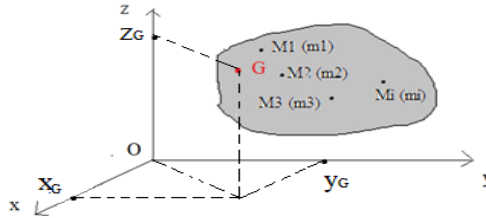

Figure III.7
soit un système (S) de N points matériels de ( $m_i$ ) (Figure III.7) ou :